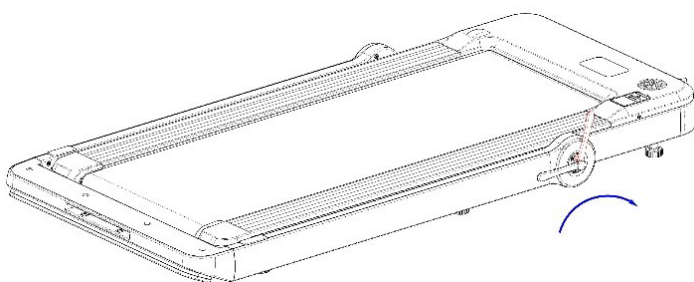

Figure 1
- Sortez le tapis de course du carton et posez-le à plat sur un sol plat. Dévissez ensuite la poignée de verrouillage comme indiqué sur la figure ci-dessous (Figure 1). Soulevez la colonne jusqu'au point limite supérieur et serrez la poignée de verrouillage. (Figure 2 : Au moins 2 personnes sont nécessaires pour l'installation.)